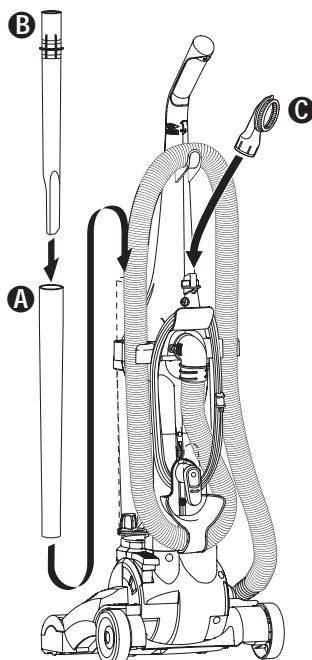

FIG. 9
Step 9: (FIG. 9) Place the wand/crevice **A/B** tool in the wand holder on the side of the vacuum. Store the dusting brush **C** on the brush holder on the back of the handle.
Étape 9. (FIG. 9) Placez la rallonge emboîtable **A/B** pour les fissures dans le support à rallonge sur le côté de l'aspirateur. Rangez la brosse à épousseter **C** sur le support à brosse situé à l'arrière du manche.
Paso 9. (FIG. 9) Coloque la vara/accesorio **A/B** para rendijas en el soporte de la vara en el costado de la aspiradora. Guarde el cepillo para sacudir el polvo **C** en el soporte del cepillo en la parte trasera de la manija.